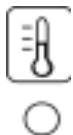

FIG. G2
- Ruotate la manopola per la regolazione della macinatura di uno (360°) o due giri completi per volta secondo il tipo di correzione che desiderate fare (FIG. G2), **girando verso sinistra per un caffè macinato più fine e girando verso destra per un caffè macinato più grosso.**